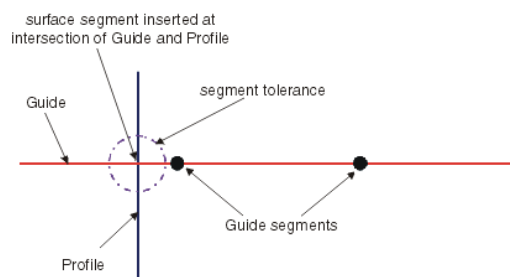

Figura 2.107 Explicación de la tolerancia cuando se excede el valor de la intersección.
- Si se excede el valor en la intersección (*Figura 2.107*), la posición del segmento en el resultado utiliza la intersección de la curva guía y del perfil para la posición del segmento, independientemente de la segmentación interna de las curvas utilizadas.